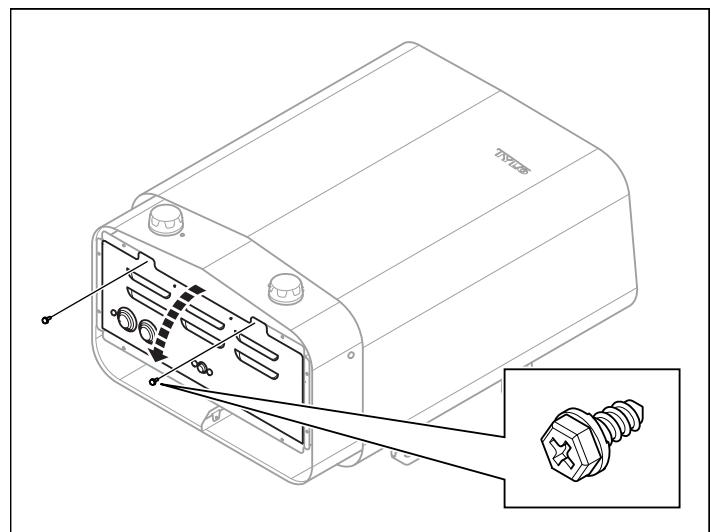

Fig 5: Öppna/stänga luckan
2. Lossa skruvarna och öppna luckan (se Fig 5, sidan 2).
4. Stäng luckan och skruva i skruvorna (se Fig 5, sidan 2).